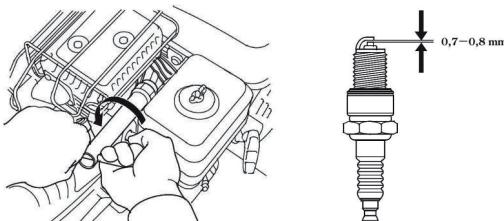

рис.4
- ## 7.2 Свеча зажигания см. рис.4